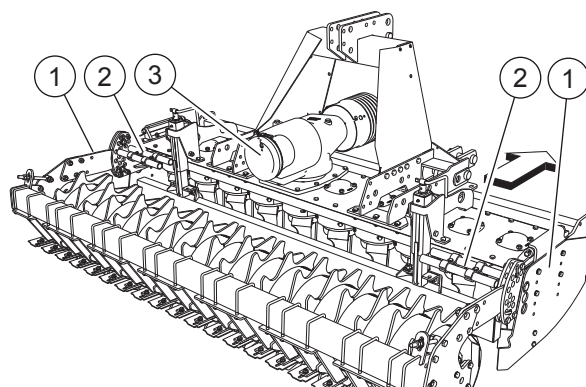

FIG. 23
- Bandella laterale di protezione (1, "Fig. 23").
- Tubi di protezione contro l'accesso alla zona degli utensili (2, "Fig. 23").
- Protezione della presa di forza lato posteriore (3, "Fig. 23").